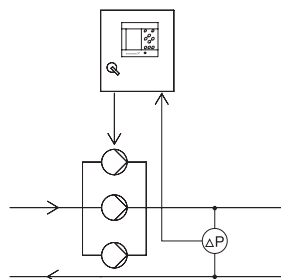

Рис. 15 Перепад давления
- Перепад давления, см. рис. 15.